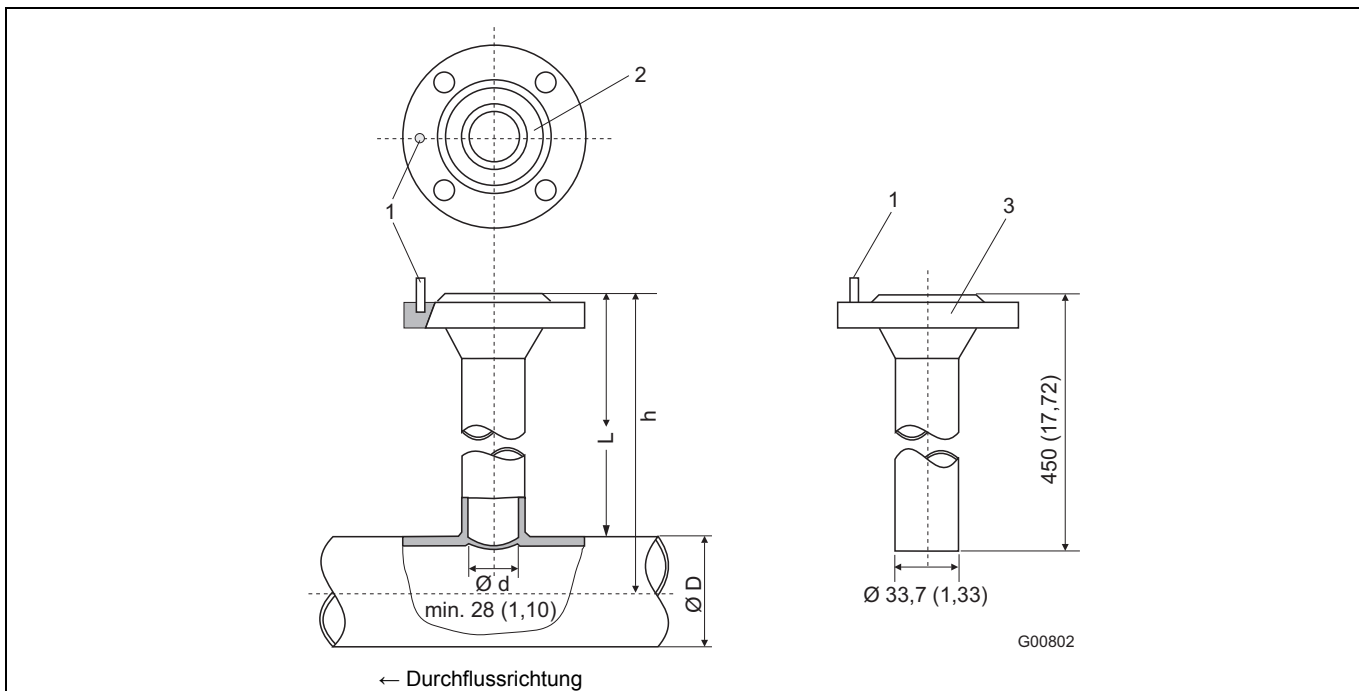
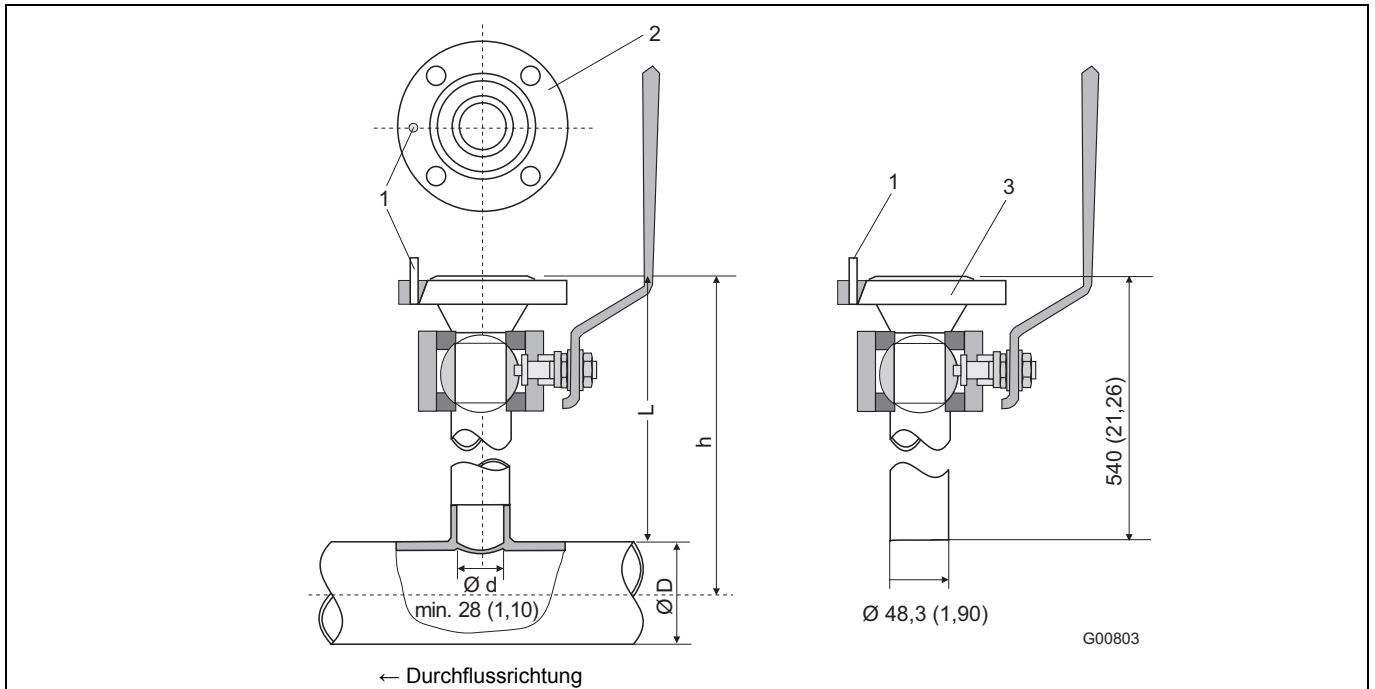

Abb. 7: Abmessungen in mm (inch)
Abb. 8: Abmessungen in mm (inch)
- 1 Der Aufschweißadapter muss nach dem Aufschweißen die Länge L aufweisen (siehe Abb. 7 und Abb. 8)